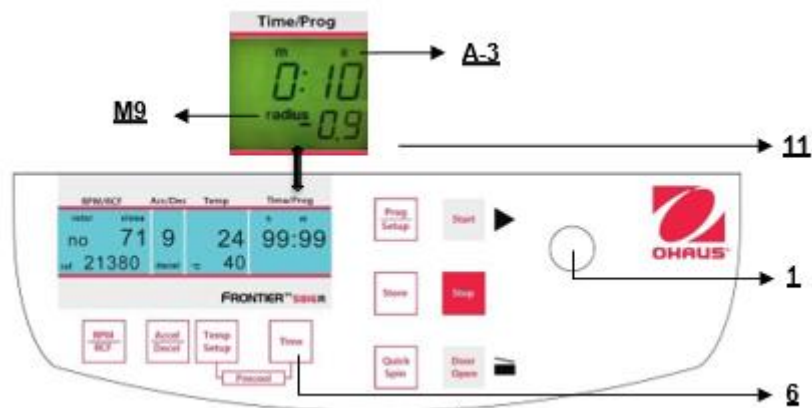

Figura 24
Chiudere il coperchio, quindi premere allo stesso tempo il tasto **"Time"** (6) (fare riferimento alla figura 24) e il tasto **"Prog/Setup"** (11) e tenerli premuti.